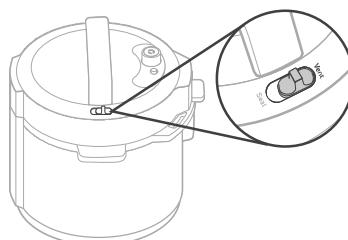

Figura 1.2
- Quando si cucina con una funzione di cottura non a pressione, spostare sempre l'interruttore di rilascio del vapore su "Vent". **[Figura 1.2]**